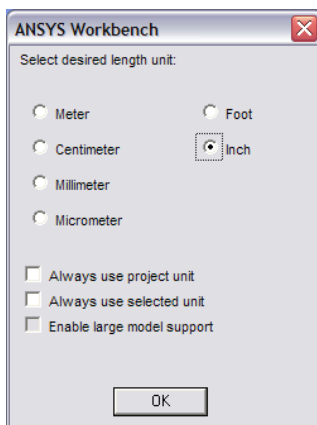

Рис. 6 - Выбор единиц измерения будущей модели
**Шаг 2.** Открывшееся окно системы трёхмерного моделирования *Design Modeler* при первом запуске предлагает выбрать единицу измерения будущей модели (рис. 6). Нужно выбрать миллиметры (*Millimeter*) и нажать *OK*.